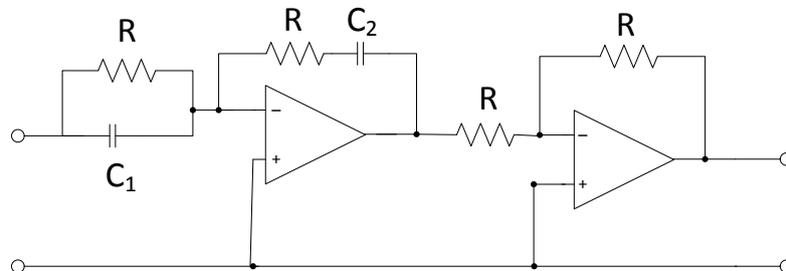
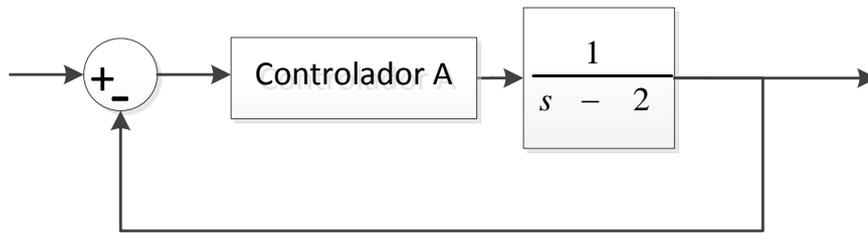

Figura 1
Figura 2
04. (20 pontos) O controlador A mostrado na Figura 1 é utilizado para realizar o controle em malha fechada com realimentação unitária, conforme mostrado na Figura 2.
- b) Esboce o Lugar das Raízes do sistema de controle mostrado na Figura 2;